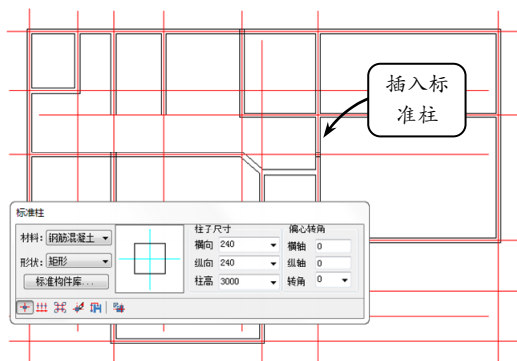

图 3-13 插入标准柱
**STEP|01** 在屏幕菜单中选择【轴网柱子】|【标准柱】选项，设置标准柱子的参数为 240×240，高度为 3300，将柱子依次插入到如图 3-13 所示位置。